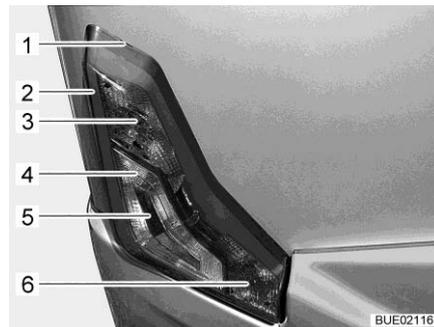

Fig. 293 Luces traseras
- Insertar una herramienta plana en la entalladura (Fig. 293,1) y desmontar la carcasa usando la herramienta con precaución como palanca.